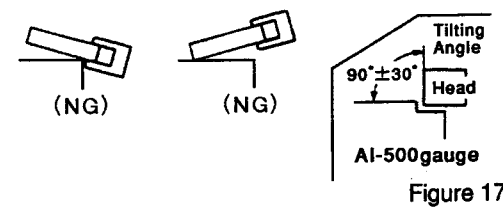

Figure 17
- ② Take care that the solder is not loose, that there is no shortcircuit and that the coating is not damage.
- ③ Do not bring the soldering iron near the head P.C.Board. Make sure that the head P.C.Board is not lifted.
- ④ Fasten the two screws with a fastening torque 1kg.cm. Note that the tension of the head spring can be decreased if the screws are fastened too strongly.
- (4) Adjust the height of the head as shown in Figure 17, 18 and 19.
② ルーズ半田、ショート等のないこと。
③ ヘッド基板には、コテ先を当てないこと。又、ヘッド基板に浮きがない様注意すること。
④ 2本のネジは1kgcmのトルクで締め付けること。但し、ネジを締め過ぎるとヘッドバネがヘタリ、バネ性がなくなるので注意すること。
- (4) ヘッド高さ調整を行います。(図17、18、19参照)